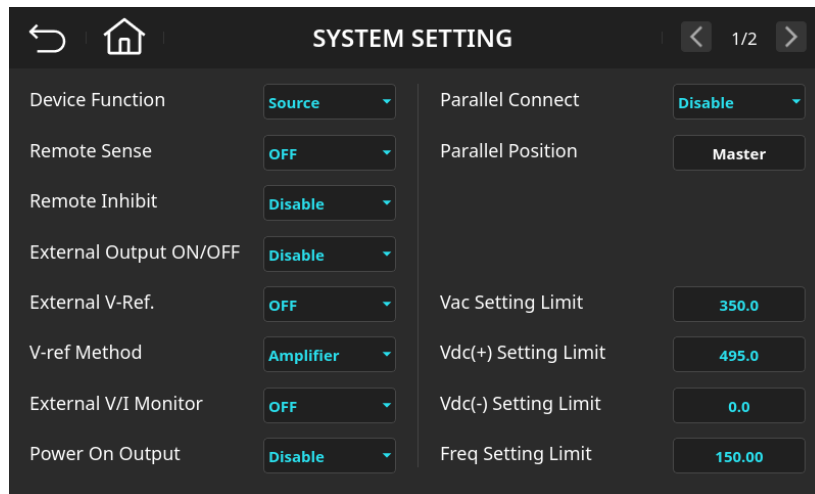

图 6-13 系统功能设定页面(Vdc(-) Setting Limit=0.0)
- 输入 \square 后按下 **Enter** 键，数值变更成“0.0”，如图 6-13 所示。